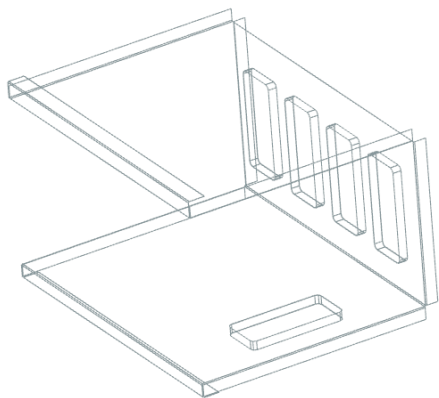

图 11-213 创建凹坑特征 4
(4) 在“凹坑”对话框中,设置“深度”为10,“侧角”为0,“参考深度”为“内部”,“侧壁”为“材料内侧”。取消勾选“凹坑边倒圆”复选框。单击 **应用** 按钮,创建凹坑特征4,如图 11-213 所示。